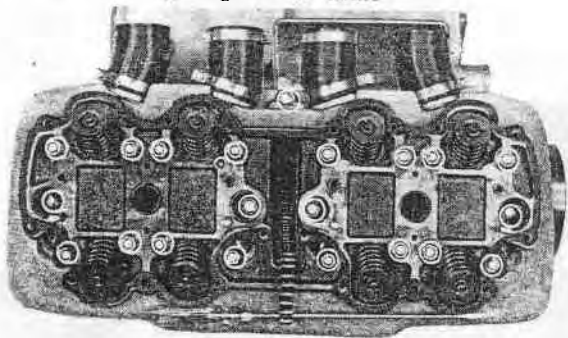

Fig. 3-27 Dépose des écrous et des boulons de fixation de la culasse
8. Enlever les seize écrous de fixation de la culasse, ainsi que les cinq boulons de fixation de 6 mm; séparer ensuite la culasse du cylindre. Utiliser un outil spécial (numéro de référence 07078-30001) pour desserrer les boulons de fixation de 6 mm sur les deux côtés. L'ordre de desserrage des écrous de fixation est l'inverse de l'ordre indiqué à la Fig. 3-38, page 59. (Fig. 3-27)